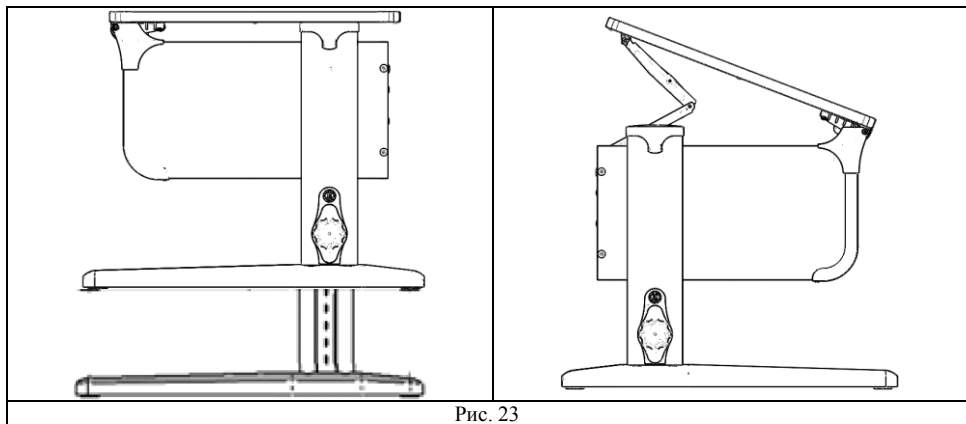

Рис. 23
6.2 Для удобства эксплуатации потребителями различных возрастных групп стол имеет возможность ступенчатой регулировки столешницы по высоте и углу наклона. См. рис. 23.